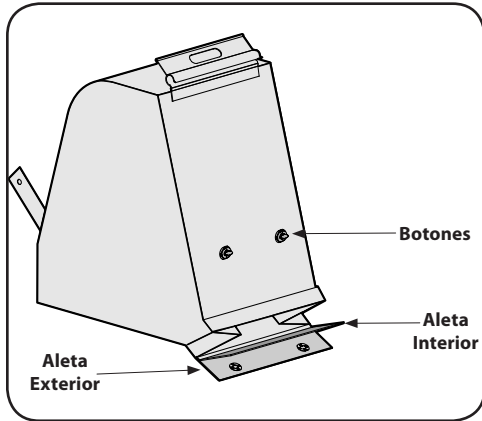

Figura 4-3
5. Gire los dos botones de la parte posterior de la bolsa para abrirla y vaciar el contenido. Vea la Figura 4-3. Sostenga la manija y el broche de la bolsa mientras vacía el contenido.
7. Doble la aleta exterior sobre la aleta interior e inserte los botones de la bolsa a través de las salidas metálicas. Vea la Figura 4-3.